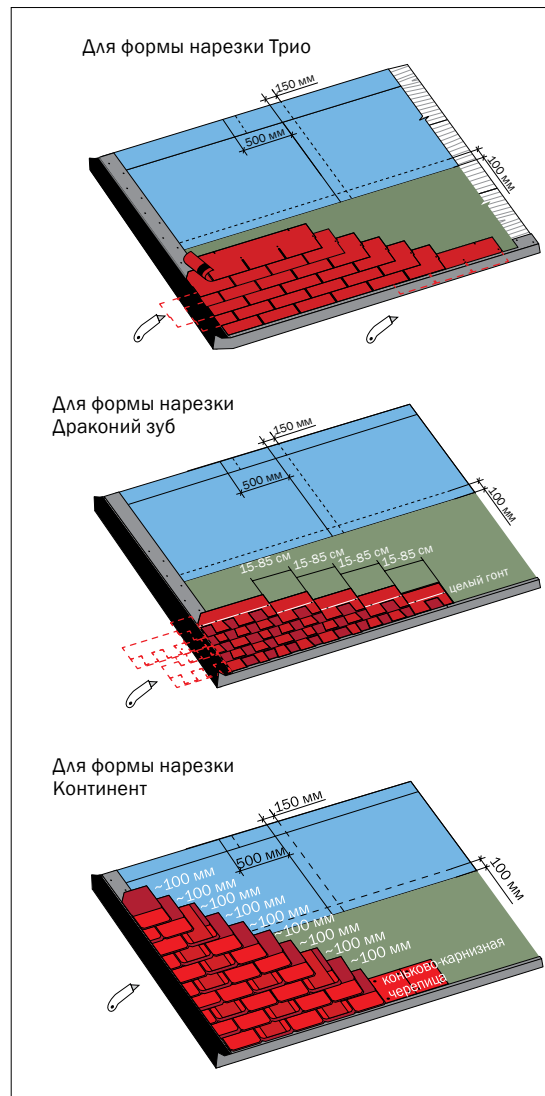

Рис. 15
**Примечание:** При укладке гибкой черепицы серий ДЖАЗ, КАНТРИ и РАНЧО величина горизонтального смещения гонтов последующего ряда относительно предыдущего может варьироваться в интервале от 15 до 85 см (рис. 15). При этом не должно прослеживаться определенного правила подбора рисунка. Рисунок готовой кровли должен быть абстрактным.